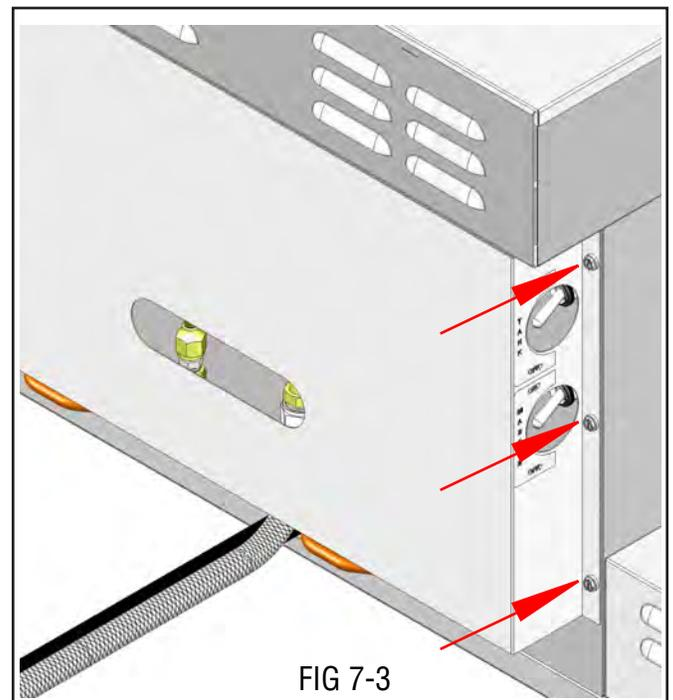

FIG 7-3
5. Reinstale la tapa trasera de la conexión. FIG 7-3.